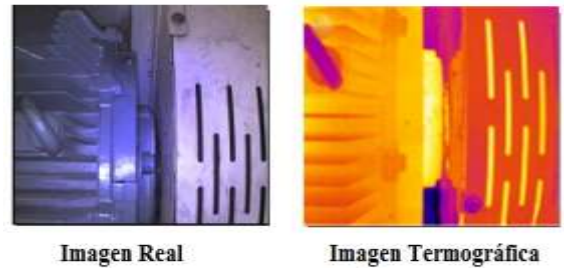

Figura 6. Termografía de un Motor Eléctrico [7]
- Motores eléctricos, generadores, bobinados como se muestra en la Figura 6.